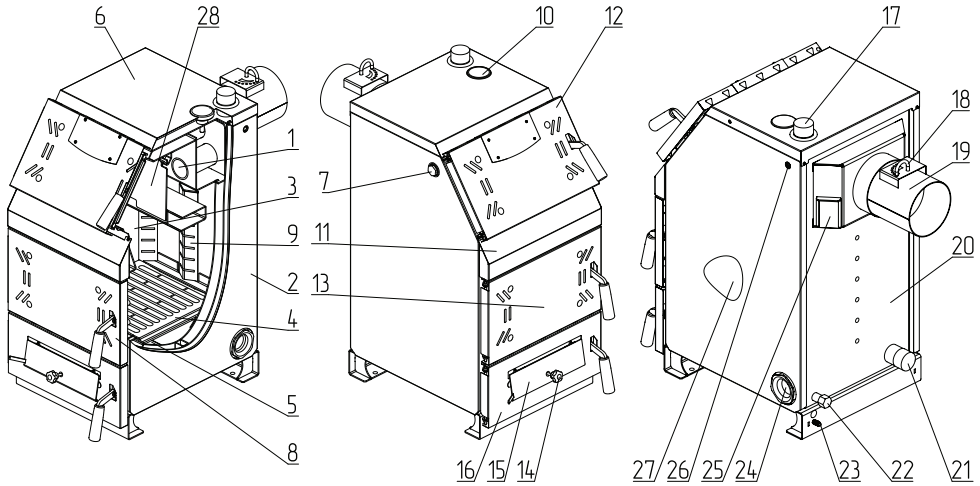

Рис.1 Устройство котла ZOTA Тополь-М
- Эксплуатировать котел без установленного зольного ящика (**Рис.1, поз.5**);
- Эксплуатировать котел без установленной заслонки (**Рис.1, поз.28**);
- Установка блоков ТЭН происходит в нижней части котла вместо заглушки (**Рис.1, поз.24**);
- Датчик температуры панели управления устанавливается в гнездо (**Рис.1, поз.26**) на боковой стенке котла.